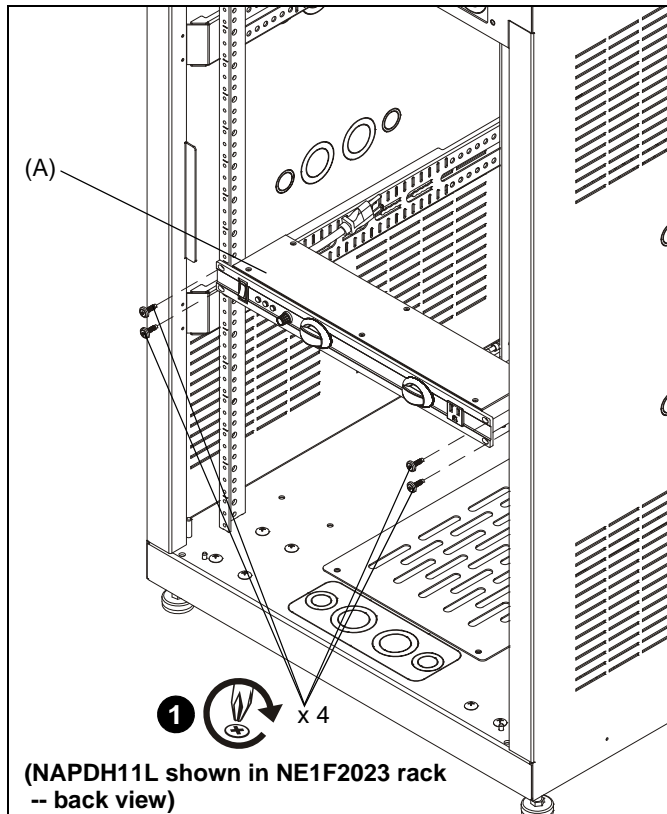

Figure 1
1. Attach the surge arrester (A) within the rack, using four 10-32 x 3/4" screws (not included). (See Figure 1)
1. Fije el descargador de sobretensión (A) dentro del bastidor, usando cuatro tornillos tipo 10-32 x 3/4" (no incluidos). (See Figure 1)